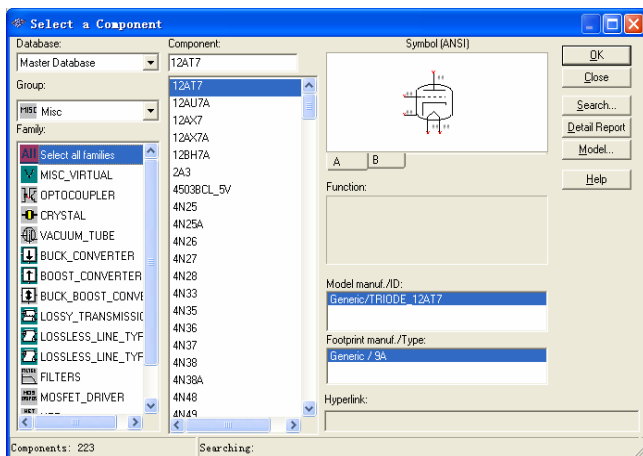

图 3-41 混合项元器件库
12) 混合项 (Misc) 元器件库, 如图 3-41 所示。